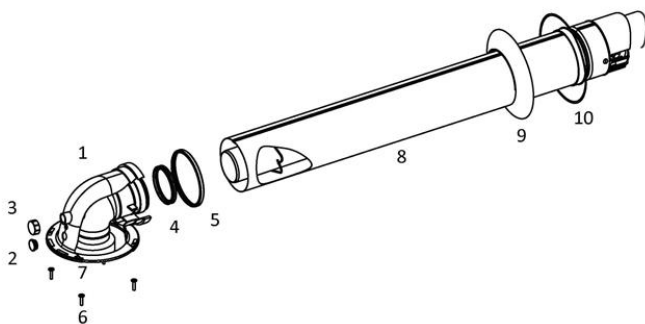

Figura 5
- Setul de horn ermetic se livrează într-o cutie de carton separată de cea a aparatului. Hornul ermetic (Ø 60/100) este format din următoarele componente (Figura 5).